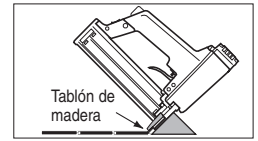

Figura 5
- Evite golpear la orilla de productos vienen terminados con el mazo de cierre. Bordee aplastar puede ocurrir, causando las grietas y astillas feas. Utilice una fijación protectora de pie para prevenir magullar de orilla y daño de fin (Figura 5).
- El adaptador impropio chapa y ventila los escenarios de la presión pueden causar el quebranto al solado de la madera dura y reducir el desempeño. Siempre utilice un regulador de la en-línea para controlar la presión atmosférica a la máquina. Ponga la presión en 70-75 PSI a empezar con y para ajustar hasta que la colocación apropiada de cierre ocurra (Figura 5).
Corte por debajo de los marcos y de las jambas de las puertas. Retire toda base ya existente, molduras de zócalo o umbrales de entrada. Estos se pueden volver a colocar después de la instalación. Es necesario cortar por debajo de todos los marcos y las jambas de las puertas para evitar líneas de corte difíciles (Figura 5).